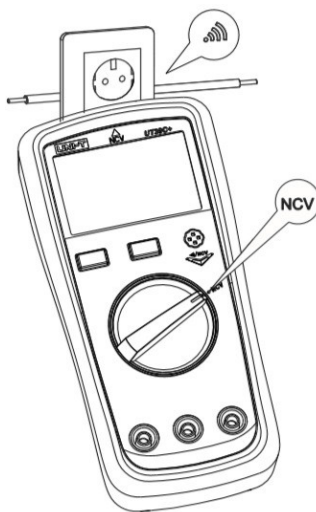

Рисунок 8
9.22. Бесконтактное обнаружение переменного напряжения (см. Рисунок 8)